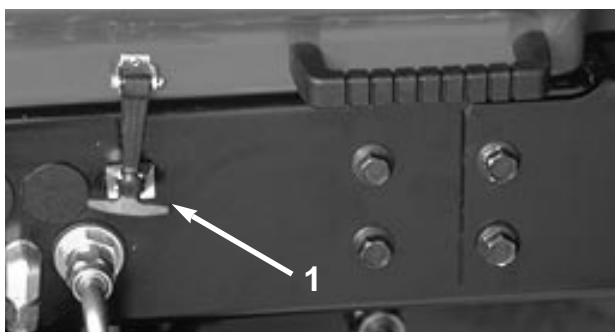

図12
1. 平坦な場所に駐車し、ラッチを外し、フードを開ける（図12）。